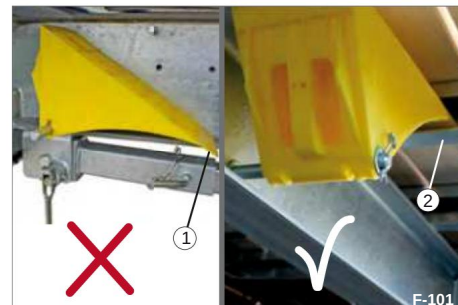

Fig. 94 Isætning af hjulklods
- Placer spidsen (fig. 94/1) af hjulklodsen oven på chassisstøtten (fig. 94/2).